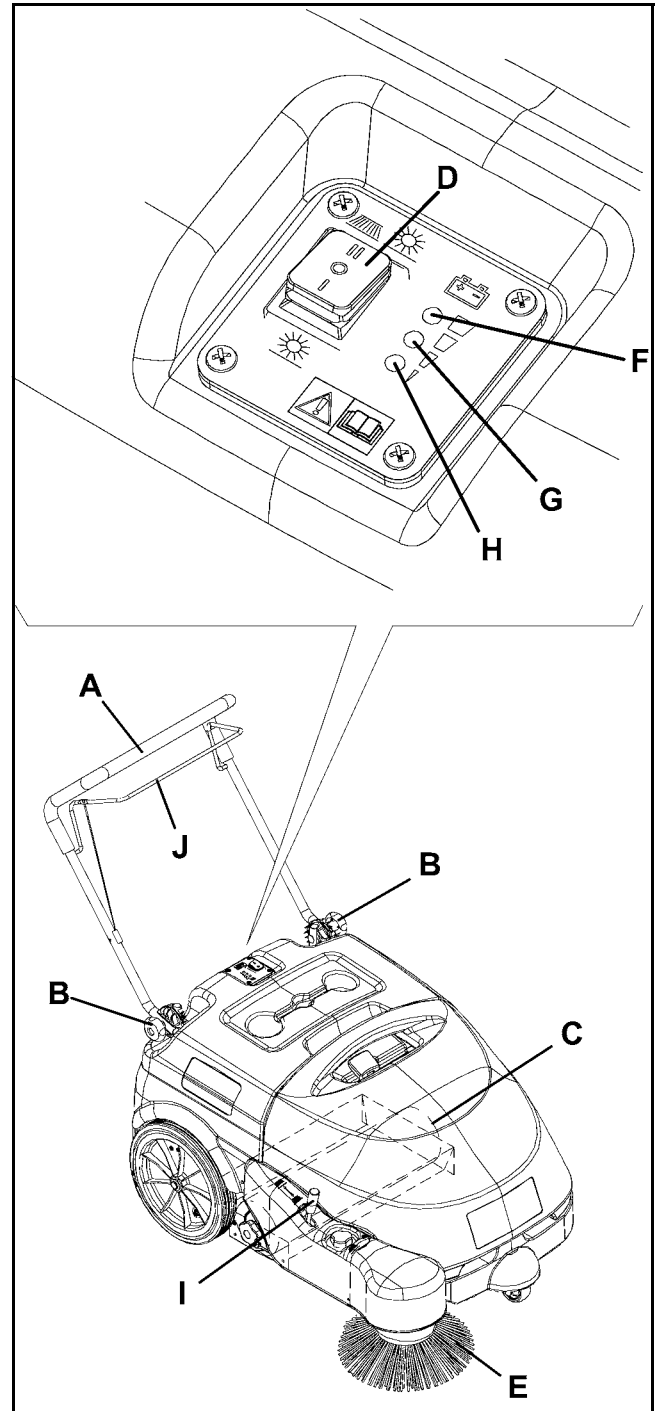

Figure 3
1. Desserrer les poignées (B, Fig. 3) et régler l'inclinaison du guidon (A), selon sa propre commodité ; le réglage terminé, serrer les poignées.
2. Pour utiliser seulement le balai central (C, Fig. 3), positionner l'interrupteur général (D) sur "I". Pour utiliser aussi le balai latéral (E), positionner l'interrupteur général (D) sur "II". Vérifier que le témoin lumineux vert (F) est allumé (batterie chargée). Dans le cas où le témoin lumineux jaune (G) ou rouge (H) s'allume, positionner l'interrupteur général (D) sur "0", puis charger la batterie (voir la procédure au chapitre Entretien).
3. Baisser le balai latéral (E, Fig. 3) en dégageant et en poussant le levier (I) en avant.